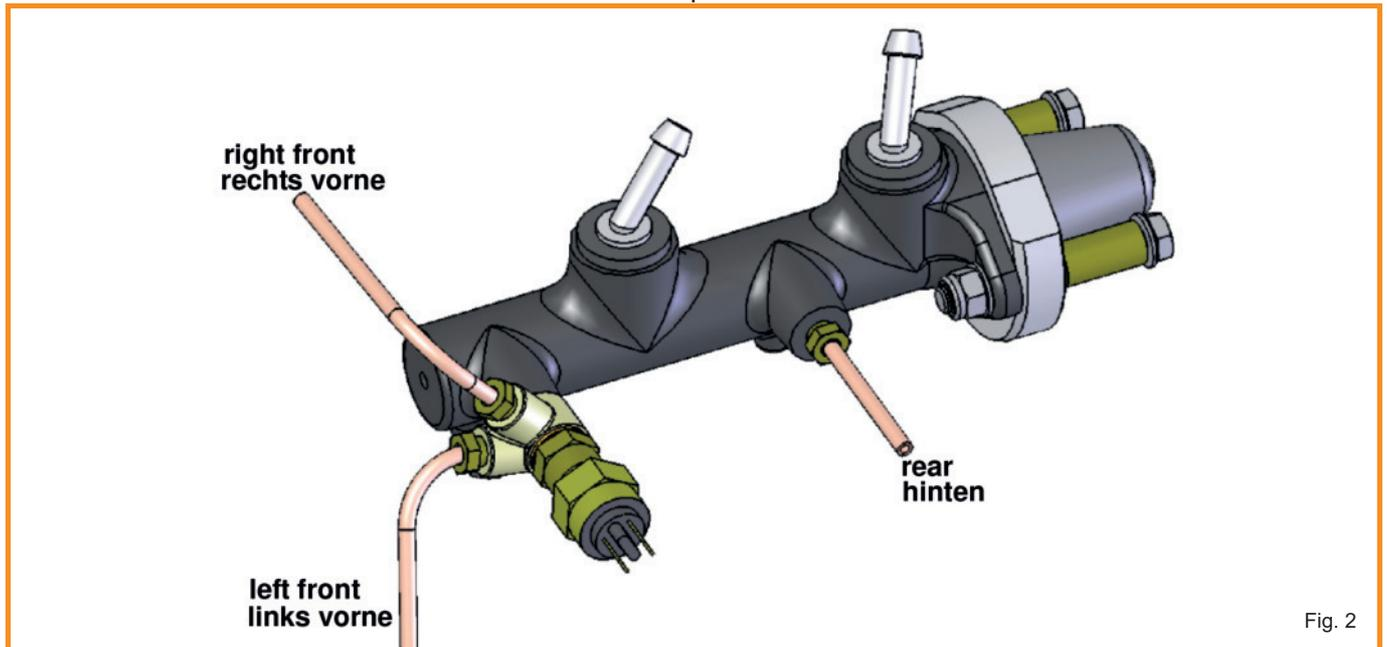

Fig. 2
- See Fig. 2 for further information.
Siehe Fig. 2
NOTE: It is important that the two metal lines that go to the front brakes are threaded in the 2-way connector as shown in Fig.2.
- Drehen Sie die Verschraubungen der hinteren und der vorderen rechten Bremsleitung handfest in den HBZ. Siehe Fig. 2.